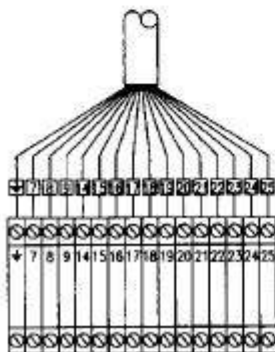

Fig.48
- 2) Connect the wires of the coil that passed through the pipes to the terminal strip inside the connector block on the service posts, following the numbering shown on the wire-makers and in Fig.48.
- 2) Die gebündelten Drähte an die Steckdose der Servicesäule anschließen. Dabei ist die in Abb. 48 angegebene Ziffernmarkierung zu verwenden.
- 2) Raccordez les fils du faisceau au boîtier de raccordement de la colonne de service. Utilisez pour ce faire le code chiffré de la fig. 48.
- 2) Conecte los cables al haz de cables en la caja de conexión de la columna de servicio; utilice el marcador de cifras como en la fig. 48.
- 2) Sluit de draden van de draadbundel aan in de verbindingsdoos van de servicekolom, gebruik de cijfermarkering zoals in fig.48.
- 2) Ligue os fios do feixe de fios à caixa de conexões da coluna de serviço. Use as marcações numéricas conforme mostra a fig. 48